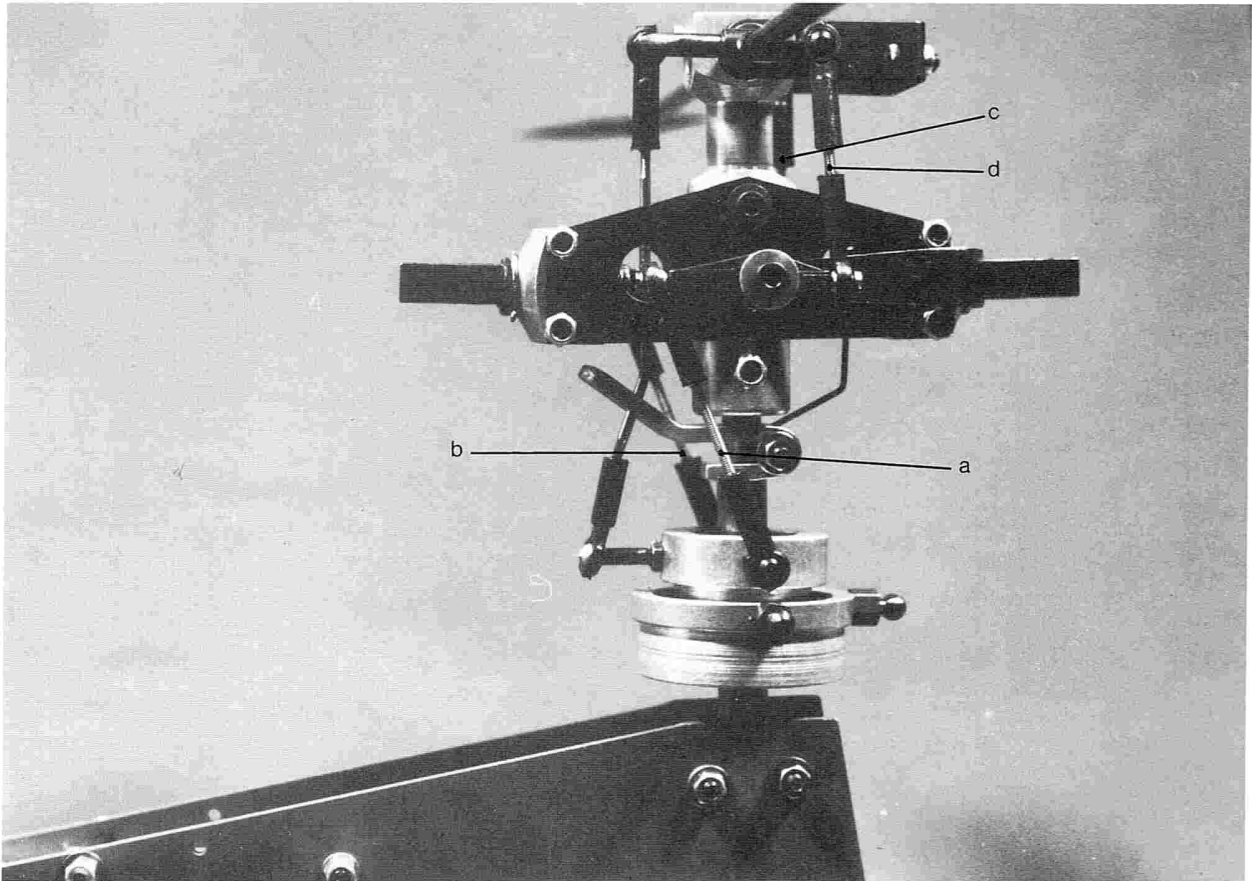
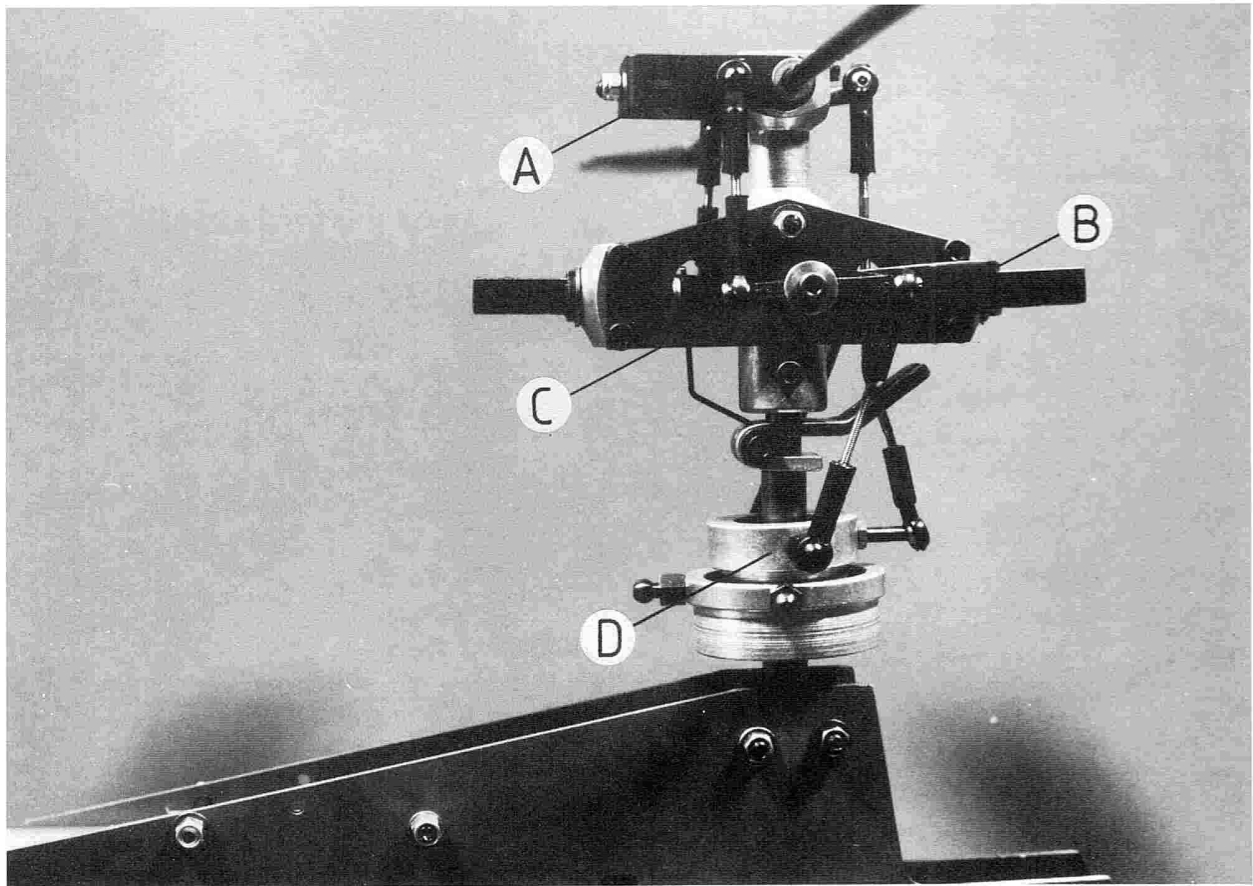

Abb. 10 Einhängen der Gestänge a - d
Abb. 11 Die Teile A – D müssen waagrecht zueinander stehen. †
Die Endmontage des Hauptrotorkopfes beginnt mit der Montage des Blattlagehebels 184. Diese werden in die Lagerböcke 191 eingesetzt und nach dem Einsetzen die Stoppmutter M 4 (194) aufgeschraubt. Das Lager muß spielfrei und leicht gängig sein. Danach beide Lagerböcke zwischen die Bleche 178 schieben und mit je 2 Inbusschrauben M 3 x 25 und Stoppmutter leicht anziehen. Blatthebel gegenüberliegend drehen, wobei die entsprechenden Inbusschrauben 219 mit dem Kopf auf der Hebelseite liegen. Jetzt Hauptrotornabe 193 vormontieren. Dazu wird in die mittlere Bohrung die Hülse 205 mit einer Gummitülle (204) eingesetzt. Diese dienen zur Einstellung der Dämpfung des Hauptrotors (wenn schwergängig, Fett benutzen). Führungshülse 153 lösen und entnehmen. Die vormontierte Einheit mit den Blatthebelwellen über die Nabe 193 schieben, wobei die Lagerbuchsen 203 lt. Zeichnung mit eingebaut werden. Jetzt die Nabe 193 mit einer Schraube M 3 x 30 oben und einer Schraube M 3 x 25 unten sowie Stoppmuttern zwischen den Blechen 178 montieren. Nun können Schrauben M 3 x 25 an den Lagerböcken festgezogen werden. Am U-förmigen Steuerhebel 177 werden die Sechskant-Kugelköpfe 132 wie in der Zeichnung mit Stoppmuttern M 3 montiert. Ebenfalls Kugelstange 170 mit 2 Sechskantmuttern festschrauben. Es wird die Hilfsrotorstange 147 gleichzeitig mit dem eben montierten U-Hebel 1 und dem Winkelhebel 176 durch die Lagerhülse 153 geschoben. Von beiden Seiten Scheibe 201 aufschieben. U-Hebel 177 etwas spreizen und mit Stellring 154 unter leichtem Druck auf Hülse 153 fixieren. Bei der gesamten Montage der Steuerstange 147 auf Symmetrie achten und so ausbalancieren, daß sie absolut waagrecht steht. Jetzt Hilfsrotorflügel 146 auf die Steuerstange 147 aufschrauben und so fest ziehen, daß die Flügel von oben gesehen mit dem kürzeren Teil im Uhrzeigersinn zeigen. Die Blattsteuerhebel 184 werden mit dem Mischhebel 183 und den Lagerbüchsen 182 unter Verwendung einer Schraube M 3 x 16 laut Zeichnung komplettiert, wobei einmal der längere und einmal der kürzere Teil des Hebels 183 in Richtung des gegenüberliegenden Blattanschlusses soll (siehe Foto 1). Unter Umständen Winkelhebel 176 neu fixieren, so daß er parallel zu den Hilfspaddeln steht (**Abb. 10 + 11**).
Nun werden die Sechskantkugelhöpfe 132 an der Taumelscheibe gemäß Plan eingeschraubt. Danach werden die Gestänge a bis d gemäß Plan an den U-Hebel 177 den Mischhebel 183 und der Taumelscheibe 139 befestigt. Aus der Gewindestange 130 (90 mm lang) und 2 Kugelkopfgelenken 113 wird ein Gestänge hergestellt, daß nach 40 mm leicht abgeknickt wird. Mit diesem Gestänge wird der Winkelkopf 176 und der Kugelkopf 133 an der Taumelscheibe 139 verbunden. Aus der Gewindestange (90 mm lang) 175 und den Kugelkopfgelenken 113 werden 3 Steuergestänge hergestellt, aus der Gewindestange (140 mm lang) 117 und 2 Kugelkopfgelenken 113 wird ein Gestänge hergestellt. Die 3 kürzeren Gestänge werden an der Taumelscheibe 138 auf die Kugelköpfe 132 aufgesteckt (**siehe Abb. 10 - 12**). Alle Gestänge müssen jetzt so justiert werden, daß die Taumelscheibe 139, der Mischhebel 183, der Blattlagehebel 184, der U-Hebel 177 und der Kugelkopfhebel 176 waagrecht zueinander stehen. Diese Justierung ist ebenfalls für die späteren Flugeigenschaften Ihres RC-Hubschraubers von größter Wichtigkeit und sollte sehr sorgfältig durchgeführt werden (**Abb. 11**). (Die mit A-D bezeichneten Teile müssen waagrecht zueinander stehen).